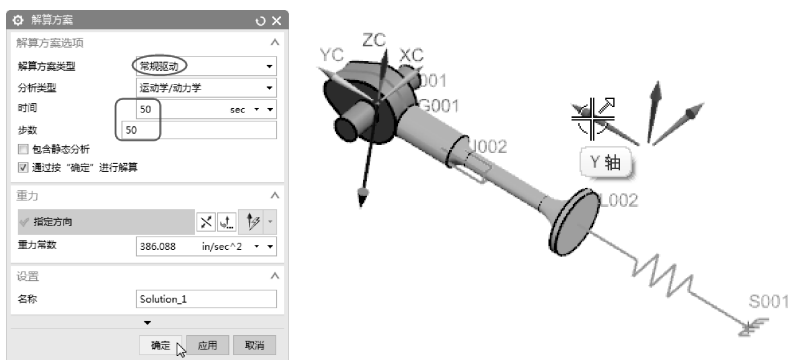

图 8-62 完成解算方案的定义
- 19 单击【解算方案】按钮, 打开【解算方案】对话框。设定【时间】和【步数】分别为 50, 然后指定重力方向, 单击【确定】按钮, 完成解算方案的创建, 如图 8-62 所示。